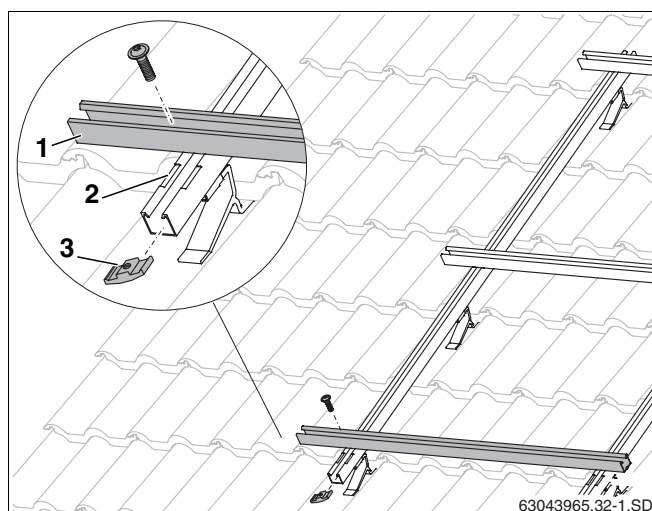

Fig. 30 Montar los perfiles guía horizontales
- Coloque los perfiles guía (fig. 30, **pos. 1**) en las entalladuras (fig. 30, **pos. 2**) de los perfiles de soporte de carga de nieve y apriételos ligeramente con tornillos y tuercas de aluminio (fig. 30, **pos. 3**) para poder nivelar los perfiles guía.